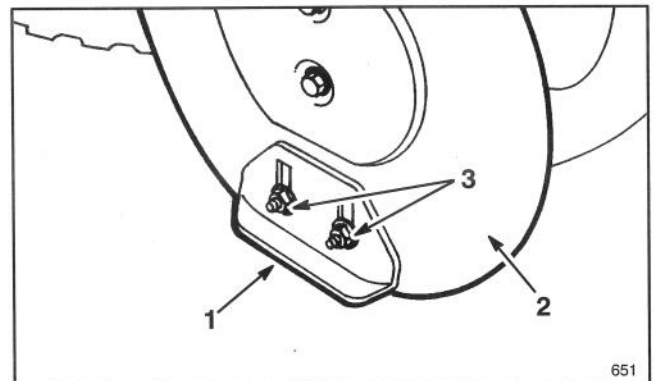

Figure 17
3. Disposez la déneigeuse sur une surface plane et de niveau. Desserrez ensuite les quatre écrous à collerette (Fig. 17) fixant les deux patins aux plaques latérales du logement de tarière. Les patins doivent pouvoir coulisser vers le haut et vers le bas.
6. Lorsque la lame râcleuse est réglée correctement et soutenue au-dessus de la surface du sol descendez les patins jusqu'à ce qu'ils reposent à plat sur le sol et serrez les (4) écrous à collerette maintenant les patins aux panneaux latéraux de la tarière (Fig. 17). Les patins maintiennent alors les lames de la tarière et la lame râcleuse au-dessus du sol.
2. Desserrez les (4) écrous à collerette fixant les patins aux panneaux latéraux de la tarière (Fig. 17). Ensuite, descendez les patins le plus bas possible de manière à ce que la tarière soit maintenue aussi loin que leur réglage le permet et serrez les écrous à collerette.